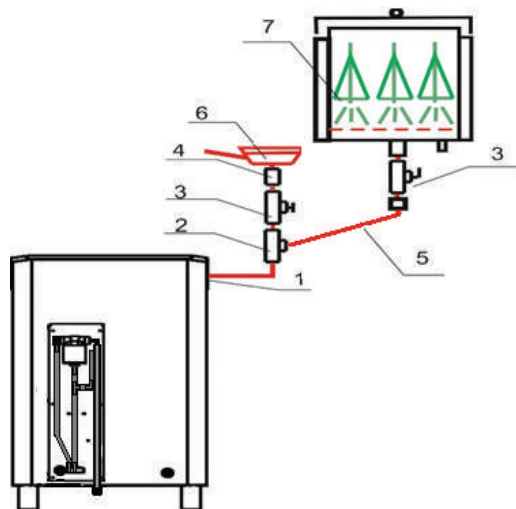

Рис. 8
2.1.2.8 В качестве опции к электрической печи возможно подключение Фитозапарника и (или) Веникозапарника в соответствии со схемой подключения рис. 8. К штуцеру отбора пара (поз. 1, рис. 8) через кран (поз. 3, рис. 8) подключается Фитозапарник (поз. 6, рис. 8), или, посредством гофрированной трубы из нержавеющей стали (поз. 5, рис. 8), Веникозапарник (поз. 7, рис. 8). При одновременном использовании Фитозапарника и Веникозапарника используется тройник (поз. 2, рис. 8)